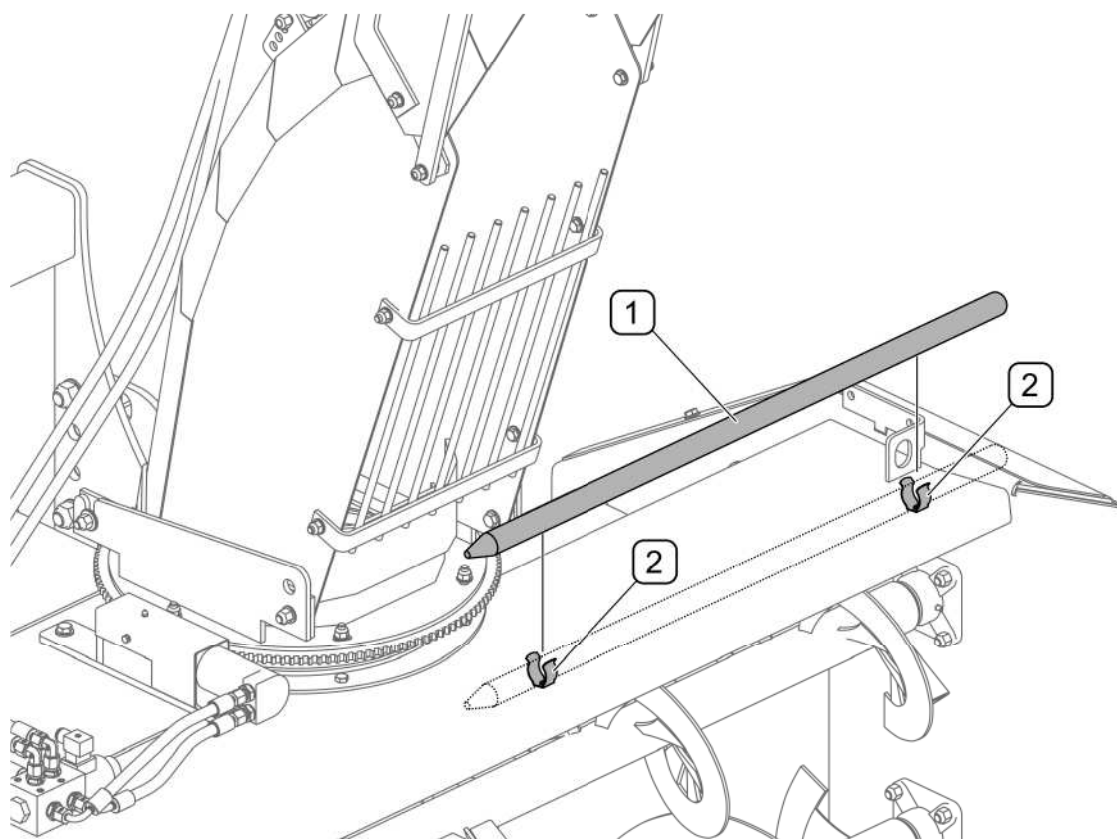

РИСУНОК 4.11 Устранение засоров
Если засорение произошло из-за скопления снега, то нужно воспользоваться деревянным колышком (1), входящим в оснащение машины (РИСУНОК 4.11). Колышек (1) крепится на держателях (2) на корпусе машины.